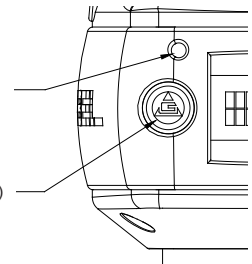

Figure 8A. Bouton du mode Float (Flottement) – Poignée coulissante.
8.1 Le mode Float (Flottement) peut être activé en appuyant simplement sur le bouton du logo G-Force^{MD} sur le côté gauche de la poignée (**Figure 8A**). Voici un exercice simple que vous pouvez effectuer si vous n'êtes pas familiarisé avec la fonctionnalité Float (Flottement). (Cet exercice suppose l'utilisation d'une poignée coulissante en ligne.)